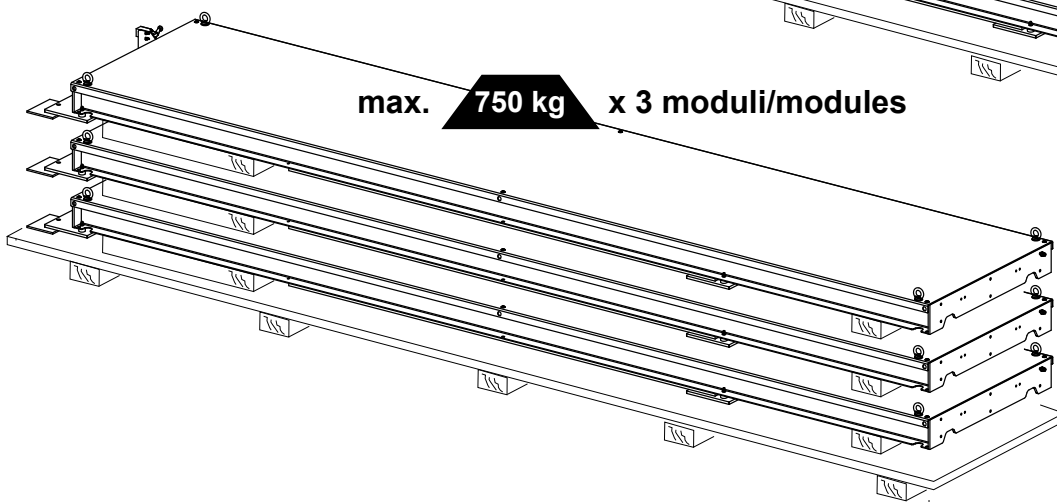

Fig.4A
- L'accessorio ripristino calpestio viene spedito solitamente come illustrato in fig. 4A.
- La confezione (A) contiene gli accessori e le minuterie per il completamento dell'assemblaggio.
- The treadable reset accessory is only sent as illustrated in Fig. 4A.
- Package (A) contains the accessories and the small parts for assembly completion.
- Das Zubehörteil zur Rückstellung der Trittfläche wird meistens wie in Abb. 4A gezeigt geliefert.
- Die Verpackung (A) enthält Zubehörteile und Kleinteile zur Komplettierung des Zusammenbaus.
- L'accessoire pour la restauration du plancher est généralement expédié comme illustré sur la Fig. 4A.
- L'emballage (A) contient les accessoires et la minuterie pour compléter l'assemblage.
- El accesorio de restablecimiento del pisoteo se envía por lo general como se ilustra en la fig. 4A.
- El paquete (A) contiene los accesorios necesarios para completar el ensamblaje.